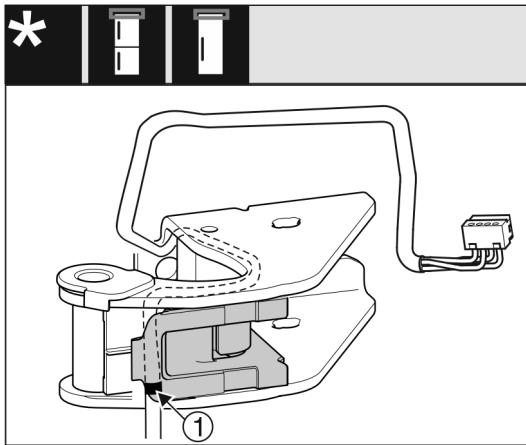

Fig. 30
- Prostřední značka Fig. 30 (1) přitom musí být na hraně držáku kabelu.